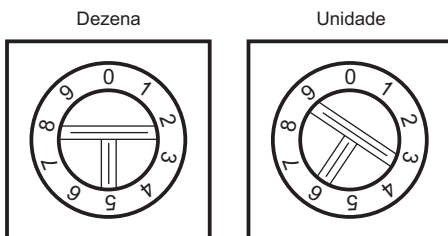

Figura 9: Chaves rotativas com endereço 01
- 3) Selecione o endereço do nó através das chaves rotativas presentes no cartão eletrônico. A chave da esquerda ajusta a dezena do endereço e a chave da direita ajusta a unidade (figura 9);